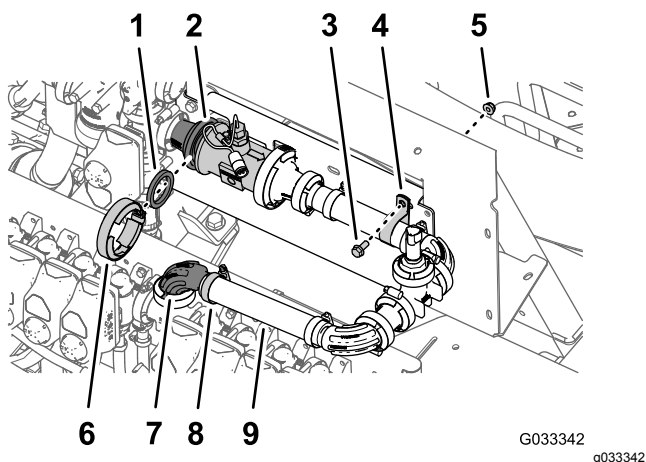

Figure 126
1. Alignez le joint (2 1/4") entre le débitmètre et l'adaptateur réducteur que vous avez montés sur le côté droit de la vanne maîtresse (Figure 126).
2. Fixez légèrement le joint, le débitmètre et l'adaptateur réducteur (Figure 126) avec un collier bride (76 mm).
3. Avec un collier légèrement serré, fixez l'extrémité libre du flexible (1 x 8 1/2") sur le raccord à bride à 90° (1") (Figure 126).
4. Fixez le transducteur de pression et le collecteur sur le support du collecteur à l'aide d'un collier en R, d'un boulon à embase (5/16" x 3/4") et d'un contre-écrou à embase (5/16"), comme montré à la Figure 126.